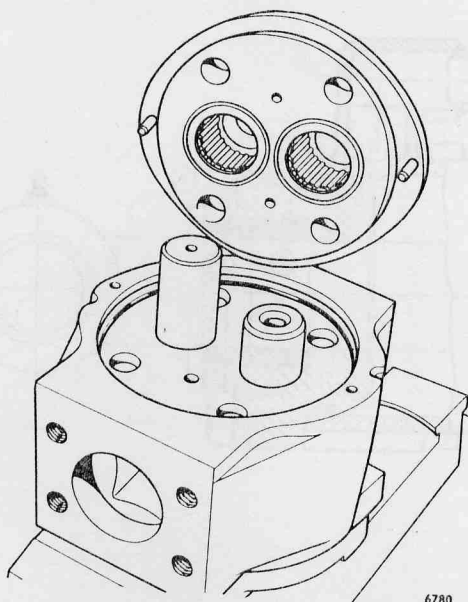

Fig 179. Montering av lock.
28. Montera locket och se till att det vänds rätt, d v s tätningsbussningen över drivaxeln. Kontrollera att märkningen på de tre sektionerna är i linje, se fig 179.